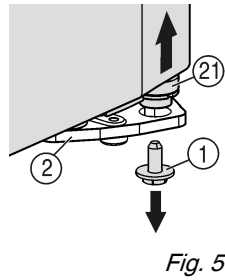
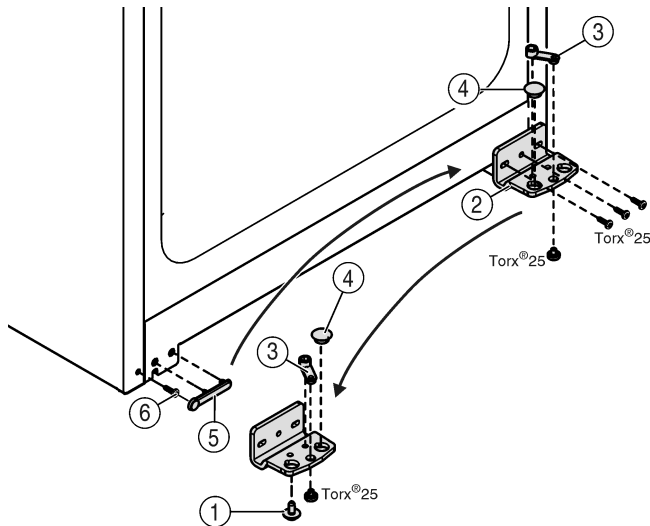

Fig. 5
Fig. 6
- ▶ In basso a destra nel blocco di supporto svitare la vite di arresto Fig. 5 (1).
- ▷ Il perno di supporto Fig. 5 (21) si stacca dal blocco di supporto Fig. 6 (2).
- ▶ Se il perno di supporto Fig. 5 (21) non si stacca, estrarre il perno dal basso.
- ▶ Svitare il blocco di supporto Fig. 6 (2).
- ▶ Svitare l'elemento di supporto Fig. 6 (3) e spostarlo nel foro di alloggiamento opposto del blocco di supporto, serrarlo nuovamente.
- ▶ Estrarre il tappo Fig. 6 (4) dal blocco di supporto e spostarlo nel foro di alloggiamento opposto del blocco di supporto.
- ▶ Togliere la copertura Fig. 6 (5) lato maniglia facendo attenzione.
- ▶ Svitare la vite Fig. 6 (6) e inserirla di nuovo sul lato opposto.
- ▶ Applicare nuovamente sopra la copertura Fig. 6 (5).
- ▶ Fissare nuovamente il blocco di supporto Fig. 6 (2) sul nuovo lato cerniere **fermamente a 4 Nm** eventualmente servendosi di un avvitatore a batteria.
- ▶ Avvitare la vite di arresto Fig. 5 (1) in basso nel perno di supporto e serrare (**a 4 Nm**).